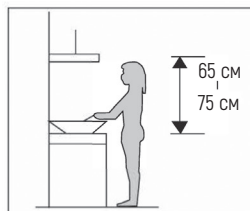

Рис. 1
2. Для достижения наилучшего эффекта вытяжку следует размещать на расстоянии 65-75 см от варочной поверхности. См. рис. 1.